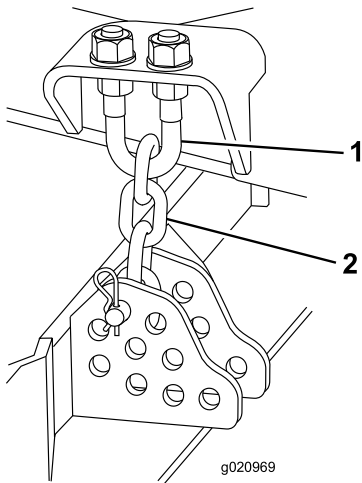

Figura 109
1. Desaperte as porcas de retenção na zona superior ou inferior da cavilha em U da correia da altura de corte (Figura 109).